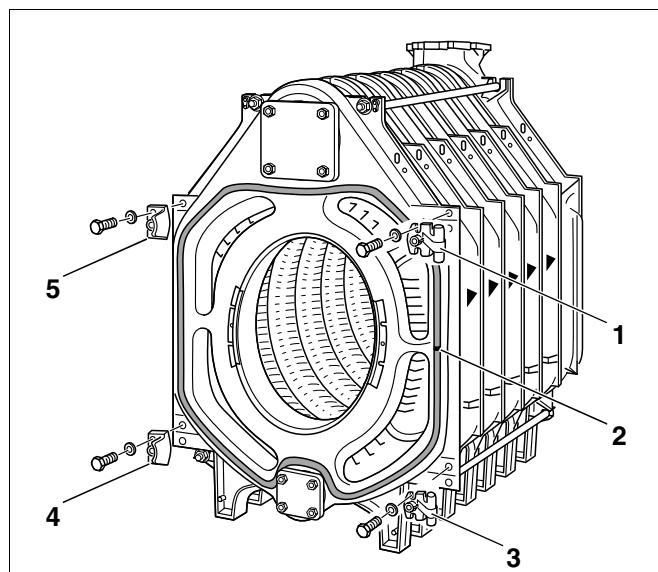

Fig. 28 Montage - Crochets de charnière et supports de fermeture
- Déposer quelques gouttes de colle " Silastik " tous les 15 à 20 cm dans les rainures d'étanchéité autour de l'ouverture du foyer et des parcours de fumées sur l'élément avant (fig. 28).
- Insérer le cordon d'étanchéité GP dans la rainure d'étanchéité sur l'élément avant en plaçant la jonction du cordon sur le côté (fig. 28, **pos. 2**).
- Fixer les crochets de charnière (fixation à droite) sur l'élément avant à l'aide de 2 vis d'assemblage M 12 x 55 (fig. 28, **pos. 1 et 3**). Pour la fixation à gauche, visser de la même manière du côté gauche.
- Visser les supports de fermeture avec chanfrein de guidage pour la porte brûleur à l'aide de 2 vis d'assemblage M 12 x 55 sur l'élément avant (fig. 28, **pos. 4 et 5**). Avec les charnières de porte à gauche, visser le support de la même manière sur la face de droite.